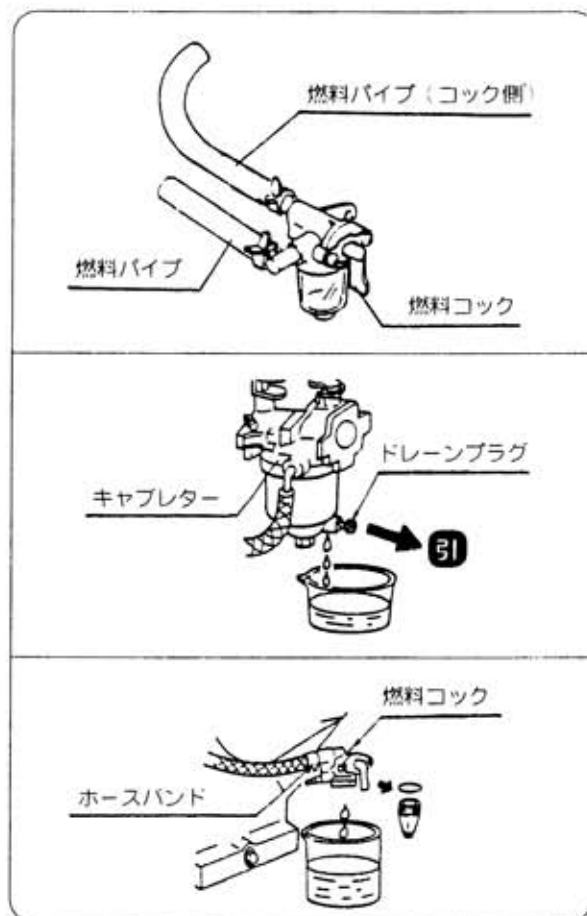

図43
③ ガソリンの抜き取り (図43)
(1) 燃料タンク内のガソリン抜き取り
(2) キャブレター内の燃料抜き取り
(3) 燃料コック内のガソリン抜き取り